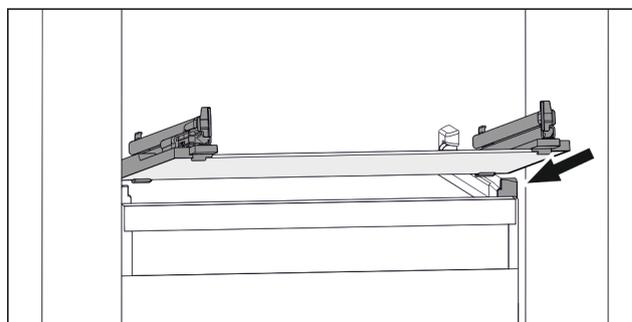

Fig. 74 Rappresentazione esemplificativa del ripiano in vetro
- ▶ Applicare il ripiano in vetro obliquamente dietro i fermi. (vedere Fig. 74)